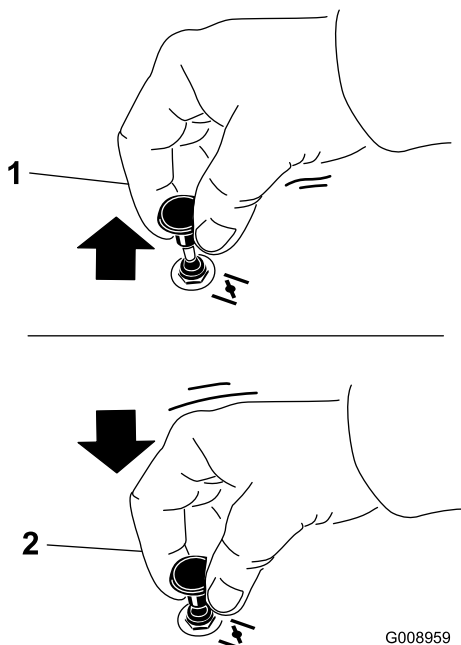

Figura 15
2. Tire hacia arriba del mando para activar el estárter antes de girar la llave del contacto (Figura 15).
3. Presione hacia abajo el control del estárter para desactivar el estárter después de que el motor arranque (Figura 15).